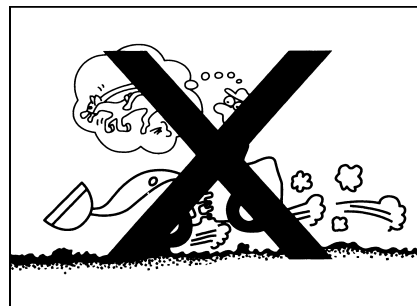

Рис. 1-78
- При работе на снегу, погрузка сильно изменяется от вида снега, поэтому следует уменьшить объем погрузки, внимательнее управлять, чтобы не было скольжения (рис. 1-78).